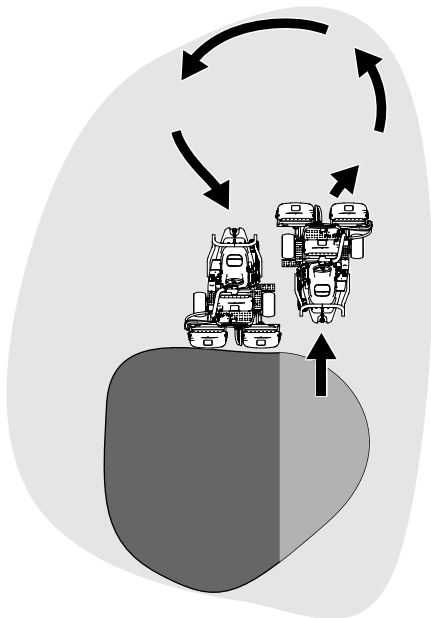

Рисунок 24
- Чтобы сэкономить рабочее время и облегчить выравнивание для следующего прохода, на короткое время разверните машину в противоположном направлении, а затем направьте ее к нескошенной части. Такое движение машины является поворотом «по каплевидной траектории» (Рисунок 24), позволяющим быстро выровнять ее для следующего прохода.